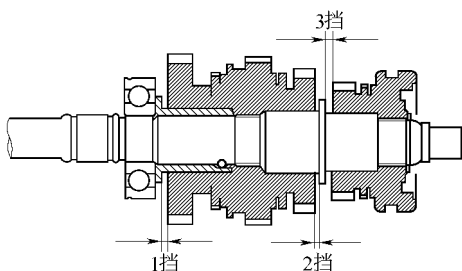

图 10-10 测量每个齿轮的轴向间隙
- (1) 测量每个齿轮的轴向间隙，如图 10-10 所示。